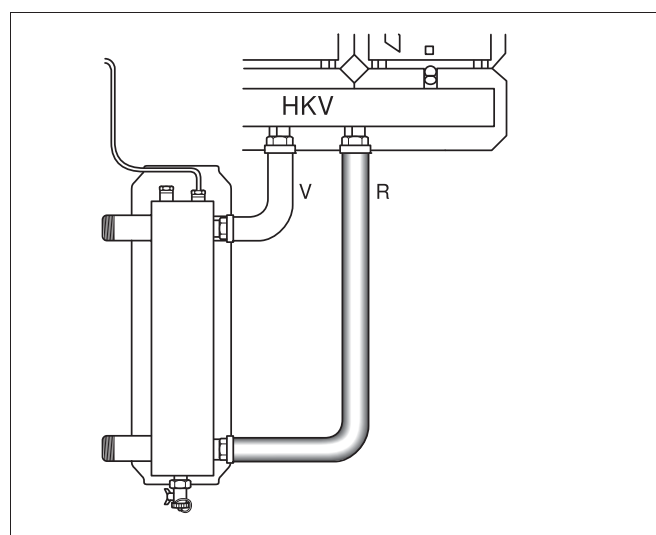

Рис. 9 Труба обратной линии
- Приверните накладную гайку трубы обратной линии (рис. 9, [R]) с уплотнением к обратной линии гребенки отопительного контура.